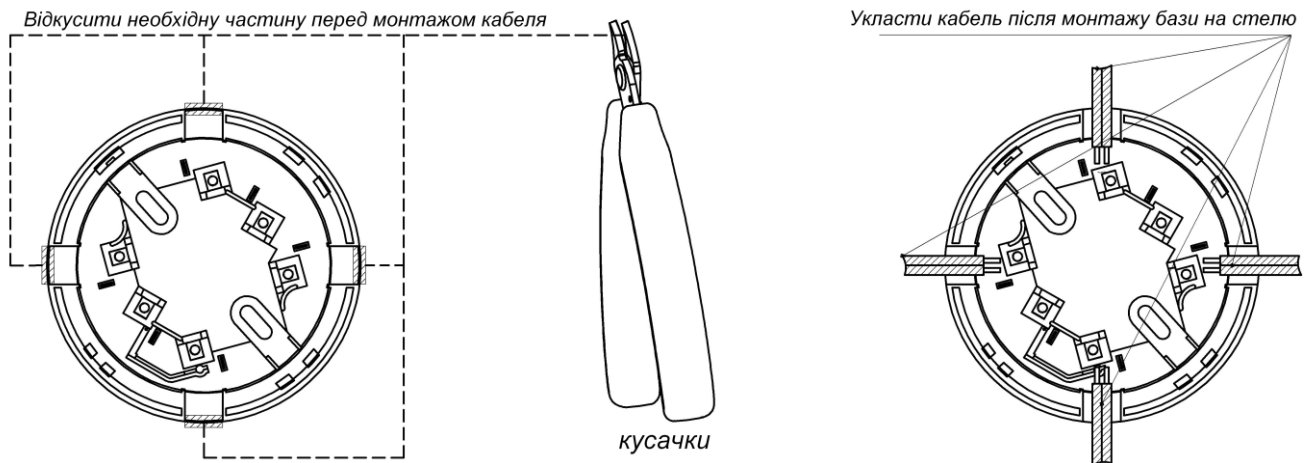

Рисунок 1
3.1 При розміщенні та монтажу сповіщувачів необхідно керуватись вимогами ДСТУ-Н СЕН/TS 54-14 та ДБН В.2.5-56. Для монтажу сповіщувача необхідно базу від'єднати від сповіщувача, повернувши її проти годинникової стрілки, вирізати в ній потрібну кількість пазів для проводів (див. рис. 1) і закріпити її на стелі приміщення за допомогою дюбелів та гвинтів. Підключення сповіщувачів проводиться згідно схеми, наведеної на рисунку 2. Рекомендований переріз проводів від 0,28 до 1,0 мм². Перед перевіркою працездатності та початком експлуатування сповіщувача необхідно зняти захисний ковпачок.